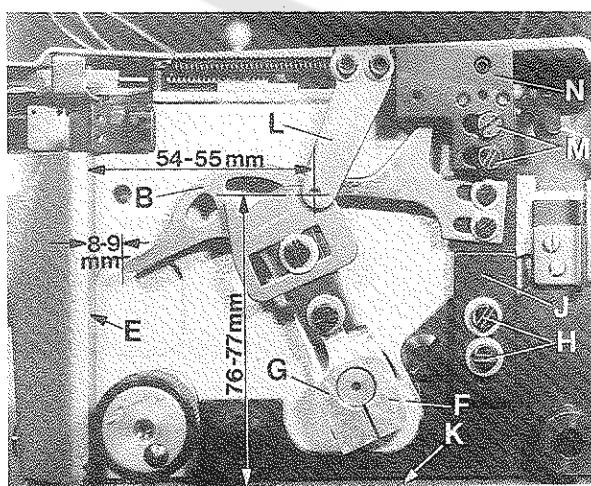

Fig.21
2. Turn handwheel until the take-up cams (B, Fig. 21) are at their extreme position to the left. In this position, the distance between the tips of the take-up cams (B) and the edge (E) of the bed casting should be 8 to 9 mm (5/16 to 23/64 in.) (see Fig. 21). For setting loosen screw (F) and adjust rocker (G) accordingly. Retighten screw (F).
3. Loosen the two screws (H, Fig. 21) and set the cast-off bracket (J) so that the distance between top surface (K) of the bed base plate and the center of the eyelet in thread guide (L) is 76 to 77 mm (3 to 3 1/32 in.) (see Fig. 21). Retighten screws (H).
4. Loosen the two screws (M, Fig. 21) and move thread guide holder (N) to the right or left until the distance between edge (E) of bed casting and the center of the eyelet in thread guide (L) is 54 to 55 mm (2 1/8 to 2 11/64 in.) (see Fig. 21). Retighten screws (M).
2. Drehen Sie am Handrad bis die Abzugskurven (B, Fig. 21) in ihrer linken Endstellung sind. In dieser Stellung soll zwischen den Spitzen der Abzugskurven (B) und der Kante (E) am Gehäuseguß ein Abstand von 8 bis 9 mm sein (siehe Fig. 21). Lösen Sie zur Einstellung die Schraube (F) und justieren Sie den Schwinghebel (G) entsprechend. Ziehen Sie die Schraube (F) wieder an.
3. Lösen Sie die beiden Schrauben (H, Fig. 21) und stellen Sie den Halter für Abzug (J) so, daß zwischen Oberfläche (K) der Gehäuse-Grundplatte und Mitte Öse der Fadenführung (L) ein Abstand von 76 bis 77 mm ist (siehe Fig. 21). Ziehen Sie die Schrauben (H) wieder an.
4. Lösen Sie die beiden Schrauben (M, Fig. 21) und schieben Sie den Halter für Fadenführungen (N) nach rechts oder links bis der Abstand zwischen der Kante (E) am Gehäuseguß und Mitte Öse der Fadenführung (L) ein Abstand von 54 bis 55 mm ist (siehe Fig. 21). Ziehen Sie die Schrauben (M) wieder an.